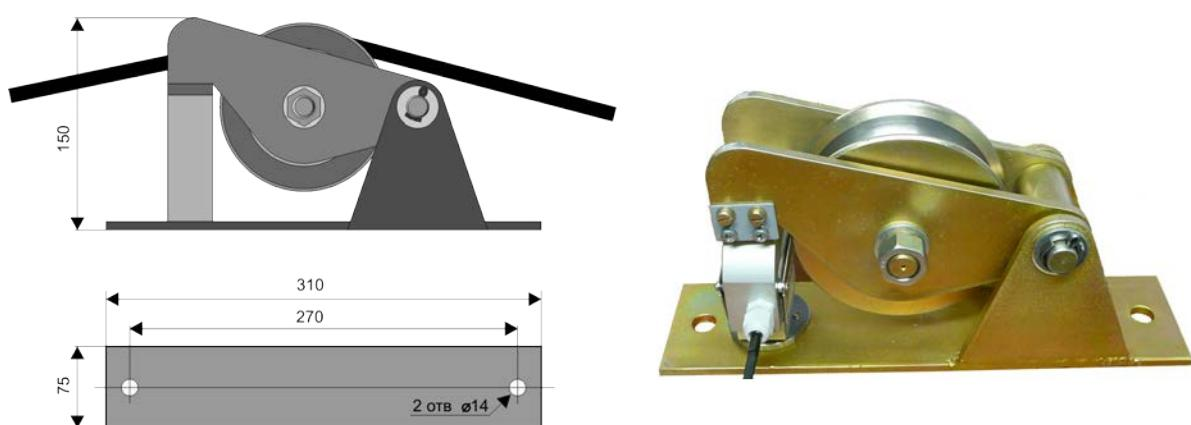

Рис. 5
6.5. Датчик веса груза представляет собой прибор, преобразующий силу натяжения грузового троса, обусловленную массами поднимаемого груза и крюковой обоймы в электрический сигнал. В данной модификации АС-АОГ-01м+ применены 2 датчика усилия, Рис.5,: один, измеряющий силу натяжения в грузовом тросе основного подъёма и другой, измеряющий силу натяжения в грузовом тросе вспомогательного подъёма. Оба датчика выполнены на базе тензопреобразователей С2 фирмы "Тензо-М" класса точности 0,03%.